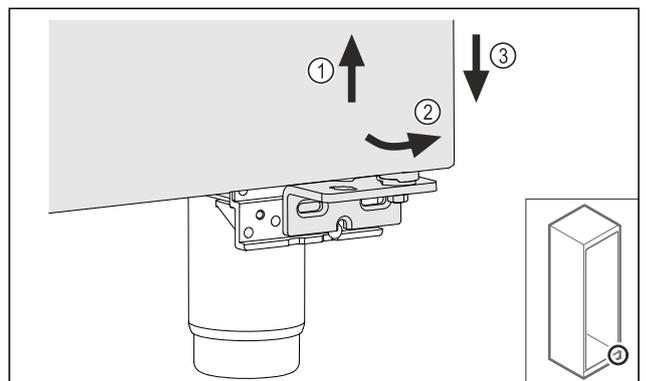

Fig. 26
- ▶ Vrata rahlo dvignite Fig. 26 (1) in jih spodaj nagnite Fig. 26 (2) ter spustite Fig. 26 (3).